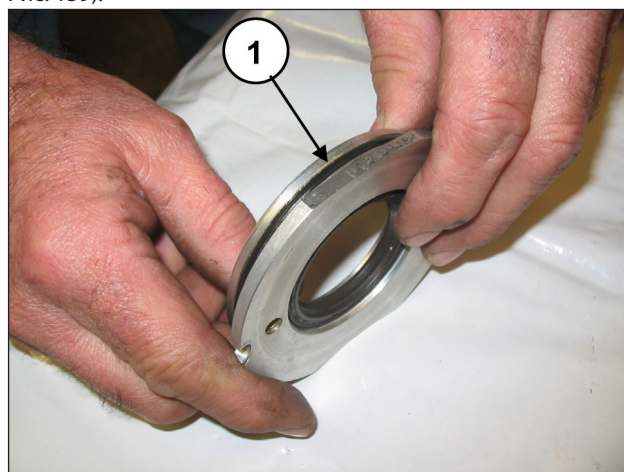
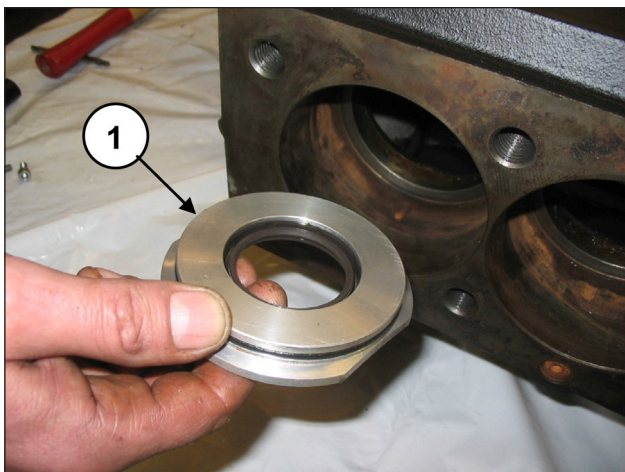

Рис. 158
Рис. 159
Установите уплотнительное кольцо O-Ring (поз. ①, Рис. 158) в гнездо крышки сальника и вставьте собранный узел в специальное гнездо внутри картера (поз. ①, Рис. 159).